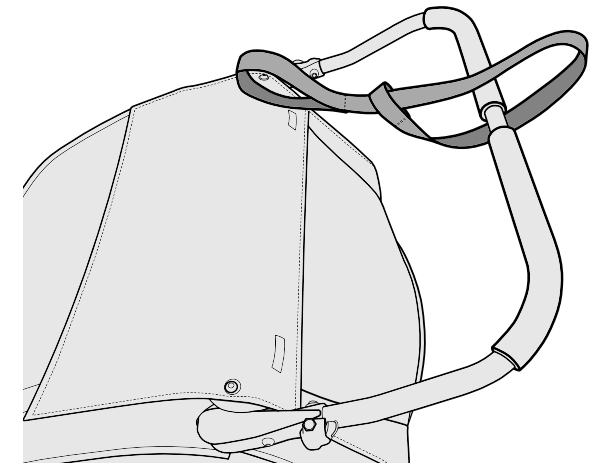

Abbildung 14
- Um die Mitte des Schiebegriffs herum, schieben Sie das Gurtende durch die Schlaufe am anderen Ende des Gurtes und ziehen Sie fest an (Abbildung 14).